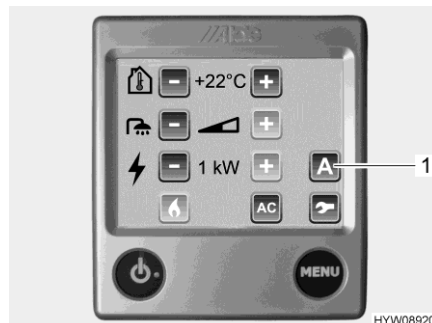

Fig. 131 Menu delle impostazioni (ventola aggiuntiva)
La ventola aggiuntiva viene azionata tramite la centralina di controllo (Fig. 131) del riscaldamento ad acqua calda.
- Premere il pulsante "A" (Fig. 131,1). Vengono visualizzate le funzioni.